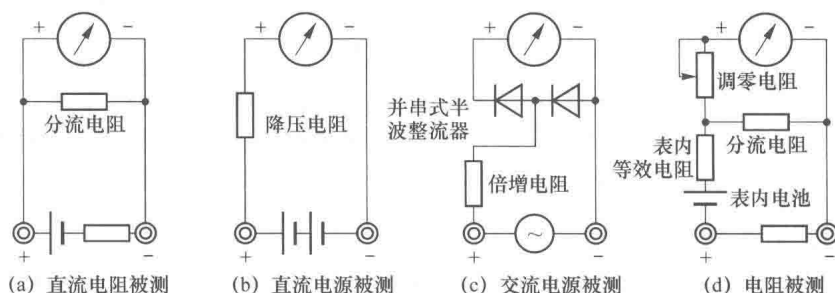

图 1-3 指针式万用表工作原理图
(1) 测直流电流原理。如图 1-3 (a) 所示, 在表头上并联一个适当的电阻 (称为分流电阻) 进行分流, 就可以扩展电流量程。改变分流电阻的阻值, 就能改变电流测量范围。指针式万用表的直流电流挡实际上是一个多量限的直流电流表。一般采用带闭路式分流器的电路。
(2) 测直流电压原理。如图 1-3 (b) 所示, 在表头上串联一个适当的电阻 (称为倍增电阻) 进行降压, 就可以扩展电压量程。改变倍增电阻的阻值, 就能改变电压的测量范围。指针式万用表的直流电压挡实质上是一个多量限的直流电压表。大多采用共用附加电阻的多量限直流电压表电路。
(3) 测交流电压原理。如图 1-3 (c) 所示, 因为表头是直流表, 所以, 测量交流时需加装一个并、串式半波整流电路, 将交流进行整流变成直流后再通过表头, 这样就可以根据直流电完的大小来测量交流电压。扩展交流电压量程的方法与直流电压量程相似。